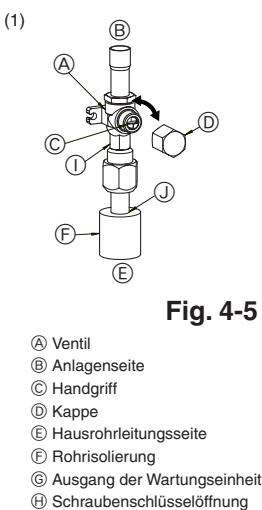
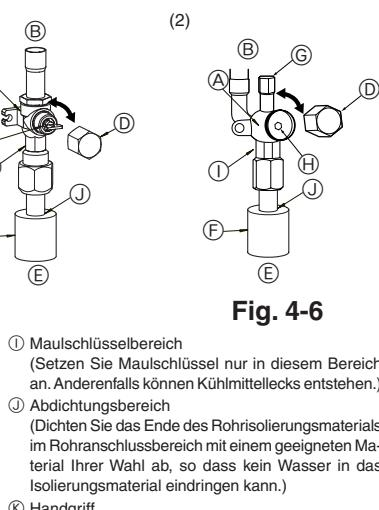

Fig. 4-5
Fig. 4-6
(1) Gasseite von RP60-140 (Fig. 4-5)
① Entfernen Sie die Kappe, führen Sie mit einem Schlitzschraubendreher eine Vierteldrehung gegen den Uhrzeigersinn aus, um es vollständig zu öffnen.
② Prüfen Sie, ob die Absperrventile vollständig geöffnet sind, und setzen Sie dann die Kappe wieder auf und schrauben sie fest.
(2) Flüssigkeitssseite von RP60-140 und Gas-/Flüssigkeitssseite von RP35, 50 (Fig. 4-6)
① Entfernen Sie die Kappe und drehen Sie die Ventilstange mit einem 4 mm-Sechskantschlüssel bis zum Anschlag gegen den Uhrzeigersinn. Hören Sie auf zu drehen, wenn der Anschlag erreicht ist.